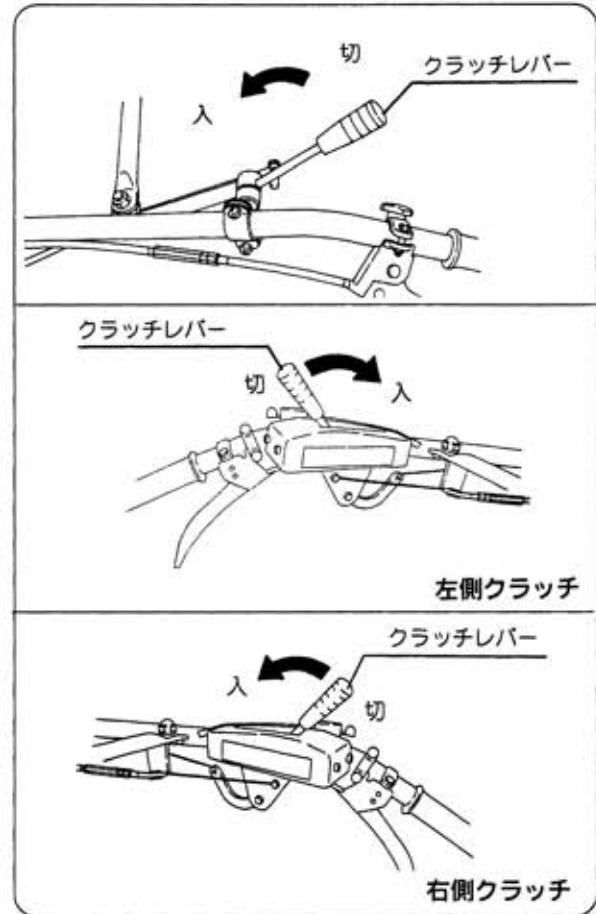

図26
4) ロータリクラッチレバー操作 (図26)
- ① 本機（ティラー）の移動、走行の際は「切」位置にします。
- ② 作業の際は「入」位置にします。